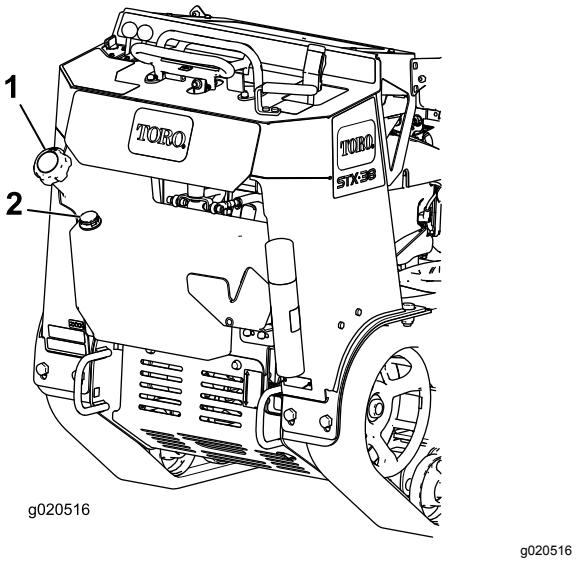

Figura 17
3. Limpe a zona em redor da tampa do depósito de combustível e retire-a (Figura 17).